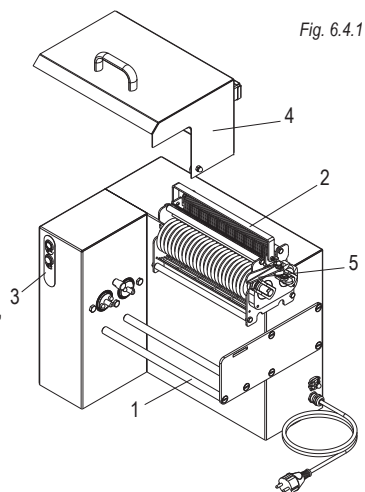

Fig. 6.4.1
- Ruotare di 90° e spingere verso sinistra la copertura lame interbloccata (rif. 4 fig. 6.4.1), la protezione lame si toglierà.
- Sganciare la leva del cestello lame (rif. 5 fig. 6.4.1).
- Prendere il cestello (rif. 2 fig. 6.4.1) dalle barre del basamento tramite la maniglia e tirarlo in modo che i perni delle lame escano dal trascinamento.
- Appoggiare il cestello sulle barre del basamento (rif. 1 fig. 6.4.1)
- Alzare la protezione lame interbloccata (rif. 4 fig. 6.4.1).
- Ruotare la leva del cestello lame (rif. 5 fig. 6.4.1) in modo che i perni dei rulli lame si innestino nei perni trascinatori, fino all'aggancio.
- Chiudere la protezione lame interbloccata (rif. 4 fig. 6.4.1).
- Agire sui comandi (rif. 3 fig. 6.4.1) per accendere o spegnere la macchina.
ATTENZIONE: Manipolare il cestello lame prendendolo sempre dalla apposita maniglia, (rif. 2 fig. 6.4.1) proteggere le mani con guanti antitaglio in kevlar.